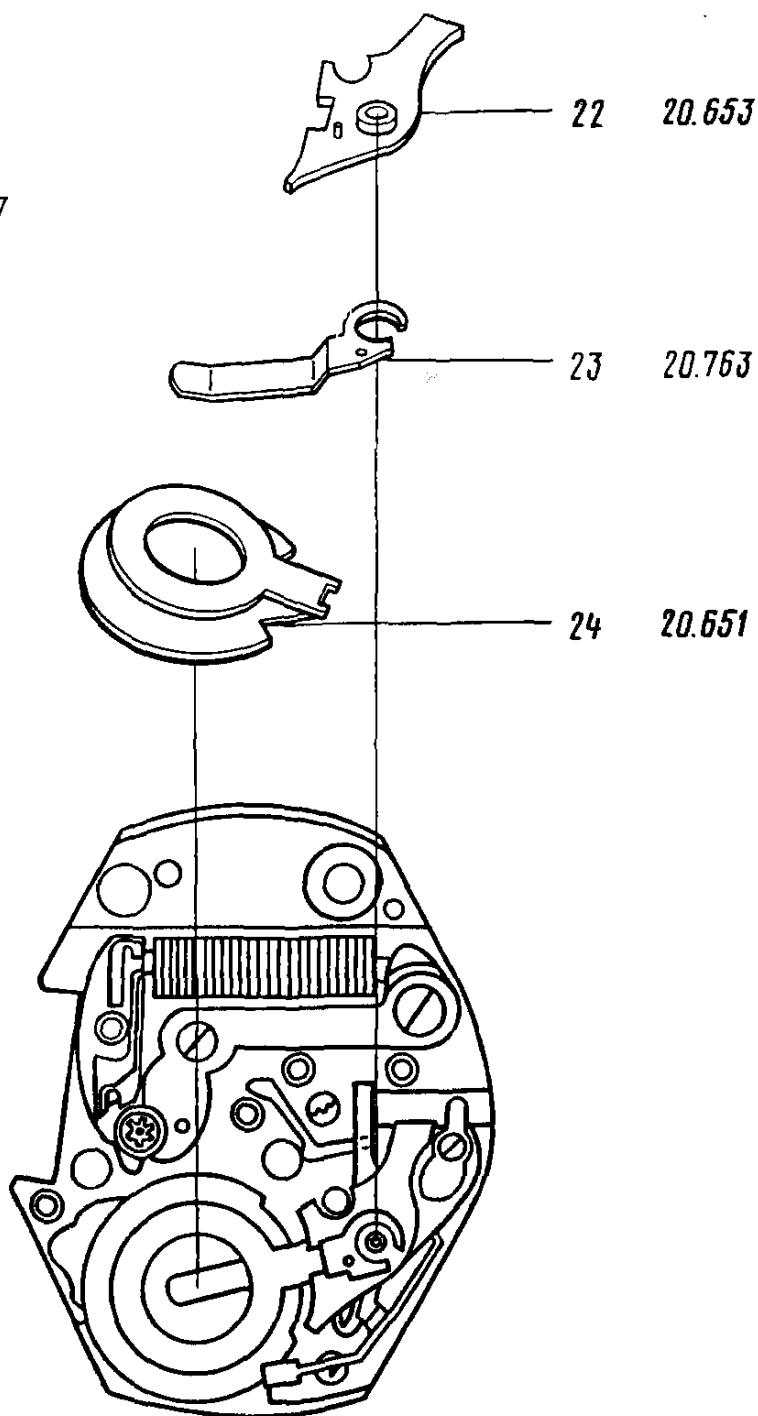

Рис. 53
25. Снять изолятор токосъемника 22 (рис. 53)